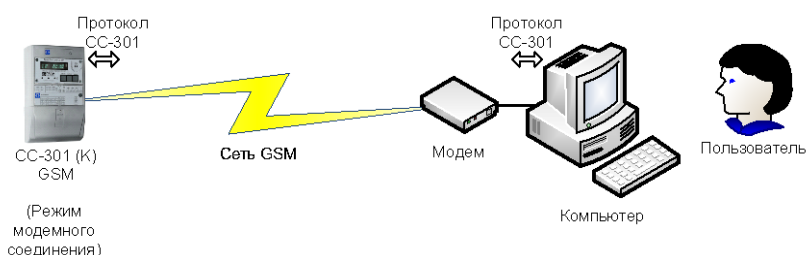

Рисунок 5. Считывание показаний и управление счетчиком по модемному соединению
1.4 Пользователь выбирает и считывает показания счетчика на компьютер, подключенный к прибору через модемное соединение (Рисунок 5). В этом варианте основной последовательный интерфейс свободен, а модуль расширения «Модем GSM» внутри счетчика работает в режиме модемного соединения. Максимально допустимое расстояние до прибора ограничено только наличием доступа к сети оператора связи GSM. В программе на компьютере можно осуществлять выбор, автоматическое считывание и сохранение показаний в базе данных, формирование отчетов, управление счетчиком и т.д.